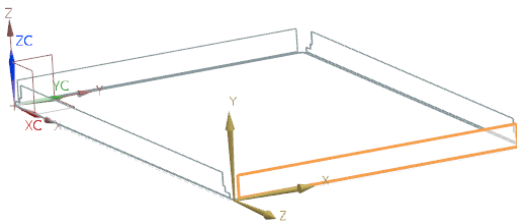

图 2-43 选择草图工作平面
(1) 选择“菜单(M)”→“插入(S)”→“切割(T)”→“法向除料(N)”,或者单击“主页”选项卡“特征”面组上“法向除料”按钮,打开“法向除料”对话框。
(2) 在“法向除料”对话框中,单击“绘制截面”按钮,打开“创建草图”对话框。
(3) 在视图区选择草图工作平面,如图 2-43 所示。